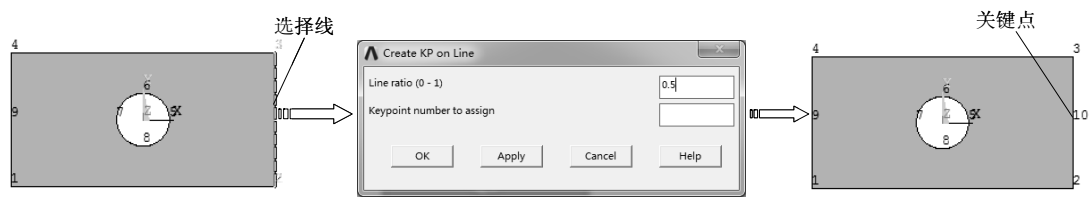

图 6-25 已知线比率定义点
7) 选择 “Main Menu>Preprocessor>Modeling>Create>Keypoints>On Line w/Ratio” 命令，弹出 “Create KP on Line” 对话框，提示用户用鼠标在图形窗口中单击选中已知线，然后单击 “OK” 按钮，弹出 “Create KP on Line” 对话框，此时可在 “Line ratio (0-1)” 文本框中输入比率值 0.5，单击 “OK” 按钮创建一个关键点 10，如图 6-25 所示。